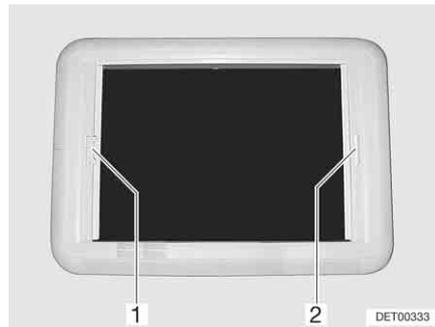

Bild 64 Heki-Dachhaube, Rollo-Verriegelung
- Verdunklungsrollo am Griff (Bild 64,2) zum gegenüberliegenden Griff des Insektenschutzrollos (Bild 64,1) ziehen und einrasten lassen.
- Mit der anderen Hand die Entriegelungsleiste am Griff des Insektenschutzrollos (Bild 64,1) in Richtung Griff drücken. Die Verriegelung wird gelöst.
- Insektenschutzrollo am Griff (Bild 64,1) zum gegenüberliegenden Griff des Verdunklungsrollos (Bild 64,2) ziehen und einrasten lassen.
- Insektenschutzrollo (Bild 64,1) am Griff festhalten und die Entriegelungsleiste in Richtung Griff drücken. Die Verriegelung wird gelöst.